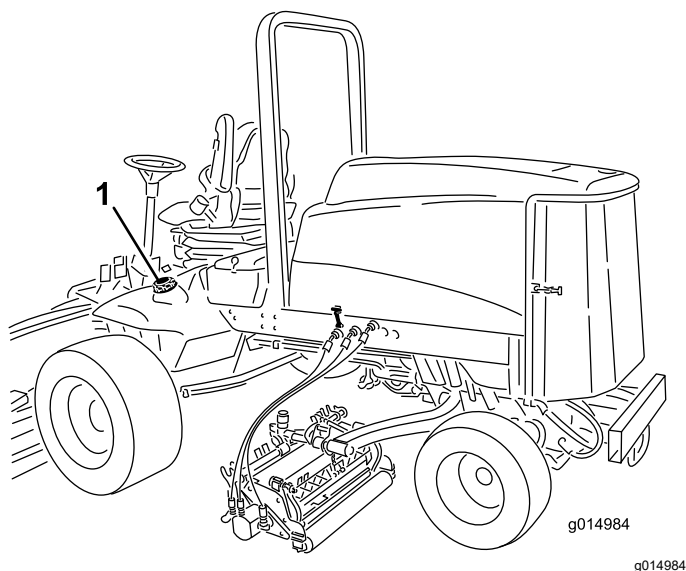

Figura 38
3. Retire el tapón del depósito de combustible (Figura 38).